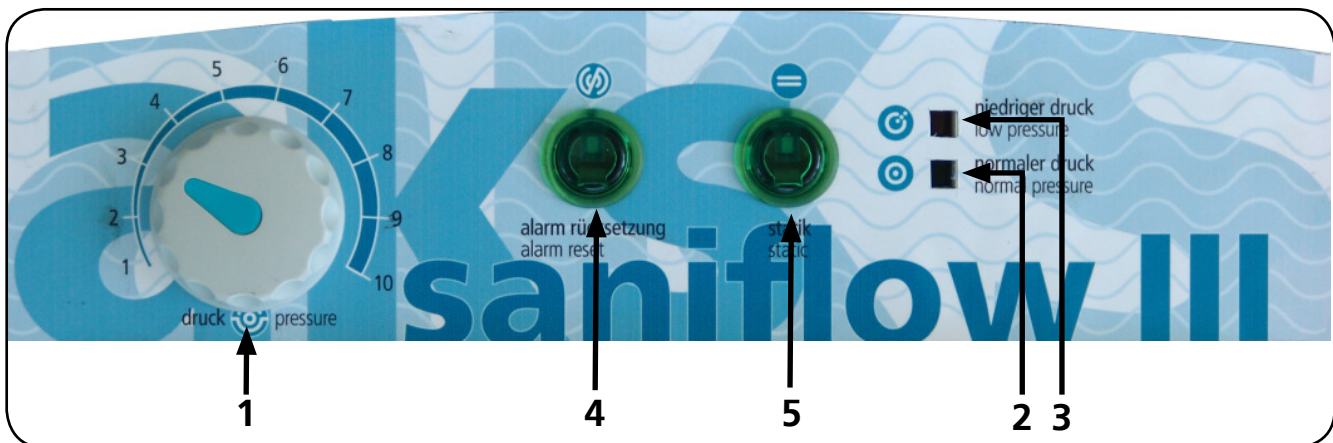

Abbildung 06
Durch eine optische Alarmfunktion „niedriger druck“ (siehe Abbildung 06) und eine akustische Alarmfunktion am Aggregat wird ein möglicher Druckverlust bzw. Druckabfall im System signalisiert und somit das Risiko des Durchliegens minimiert.
Bei Eintreten einer Störung kann das akustische Alarmsignal separat mit dem Alarmrücksetzungstaster (siehe Abbildung 06) ausgestellt werden, um eine dauerhafte Lärmbelästigung zu vermeiden. Das optische Alarmsignal signalisiert weiterhin die Störung, bis diese behoben ist.
Das aks-saniflow III-System kann zusätzlich über den Statiktaster am Aggregat (siehe Abbildung 06) vom Betriebsmodus „Wechseldruck“ in den Betriebsmodus „Statik“ und umgekehrt umgeschaltet werden. Im Betriebsmodus „Statik“ werden beide Luftkammerkreise in der Wechseldruckmatratze mit dem eingestellten Druck gleichzeitig befüllt.
2. Gleichzeitig leuchtet anfangs aufgrund eines zu niedrigen Drucks die rote LED „niedriger druck“ (siehe Abbildung 06) und der akustische Alarm ertönt. Deaktivieren Sie beim ersten Aufpumpen durch Drücken des Alarmrücksetzungstasters (siehe Abbildung 06) den akustischen Alarm. Aktivieren Sie den Betriebsmodus „Statik“ durch Drücken des Statiktasters (siehe Abbildung 06).
3. Drehen Sie den Druckregler auf den Skalenwert 10 (siehe Abbildung 06), damit sich der Betriebsdruck in der Wechseldruckmatratze aufbauen kann. Dieser Vorgang dauert ca. 15 Minuten. In dieser Zeit darf die Wechseldruckmatratze nicht belastet werden.
4. Hat die Wechseldruckmatratze ihren Betriebsdruck erreicht, erlischt die rote LED „niedriger druck“ und die grüne LED „normaler druck“ (siehe Abbildung 06) leuchtet auf.
5. Aktivieren Sie wieder durch Drücken des Alarmrücksetzungstasters (siehe Abbildung 06) den akustischen Alarm. Die LED im Taster erlischt.
6. Deaktivieren Sie den Betriebsmodus „Statik“ durch erneutes Drücken des Statiktasters (siehe Abbildung 06). Die LED im Statiktaster erlischt.
Drücken Sie dazu den Statiktaster (siehe Abbildung 06). Der Betriebsmodus „Statik“ wird durch das Aufleuchten der LED im Statiktaster signalisiert.